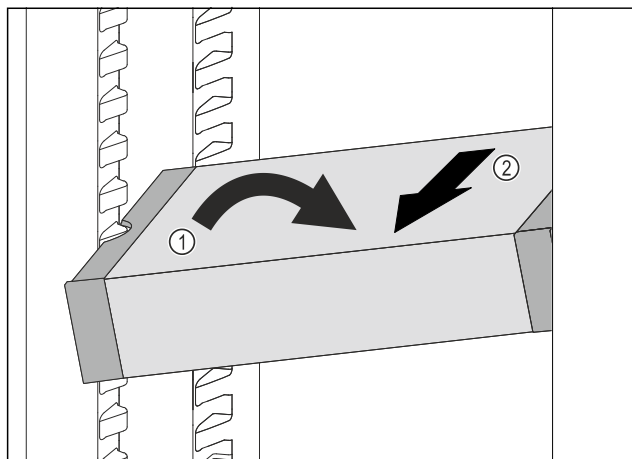

Fig. 99
- ▶ Poziționați oblic VarioSafe în frigider. Fig. 99 (1)
- ▶ Extrageți VarioSafe spre înainte. Fig. 99 (2)